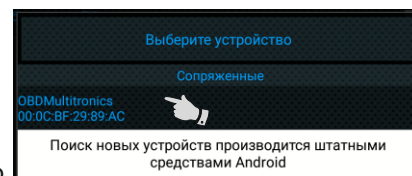

Рис. 2. Выбор сопряженного устройства
4. Откройте программу Marine. Во всплывающем окне выберите сопряженное устройство (нажмите на него) (рис. 2). Если при запуске программы всплывающее окно не появилось, на главном экране нажмите «Настройки», затем «Настройки Bluetooth» и выберите сопряженное устройство.